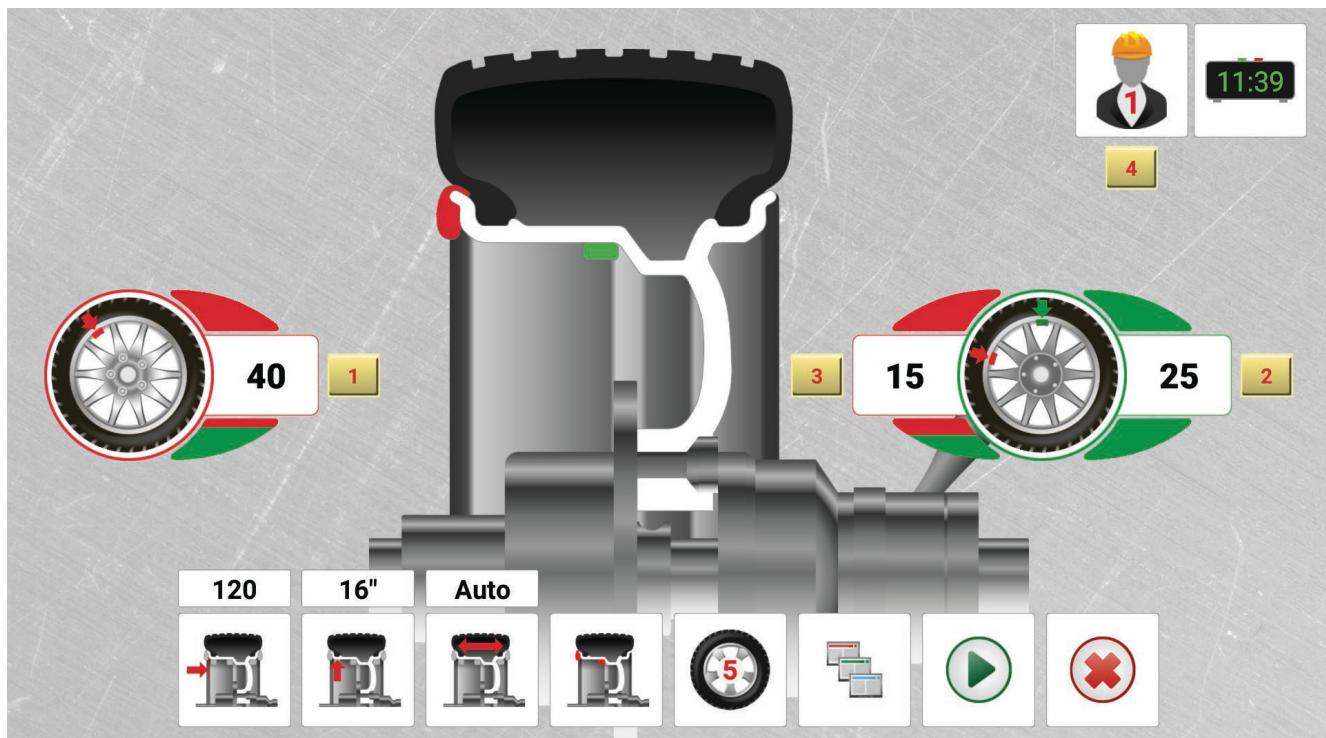

Рис. 12. Дисбаланс, измеренный в режиме разбиения грузиков.
6.5.3 Выполнить п. 6.3.7. Стенд произведет измерение, после этого на экране справа появятся два значения дисбаланса, в этой плоскости необходимо будет установить два груза указанного веса (рис. 12).
6.5.4. Установите грузы, используя для поворота колеса к местам установки «на 12 часов» кнопки «**1**», «**2**» и «**3**» в соответствии с обозначениями на экране (рис. 12).
В режиме разбиения грузиков для алюминиевых литых дисков справа отображаются два значения (см. рис. 12).